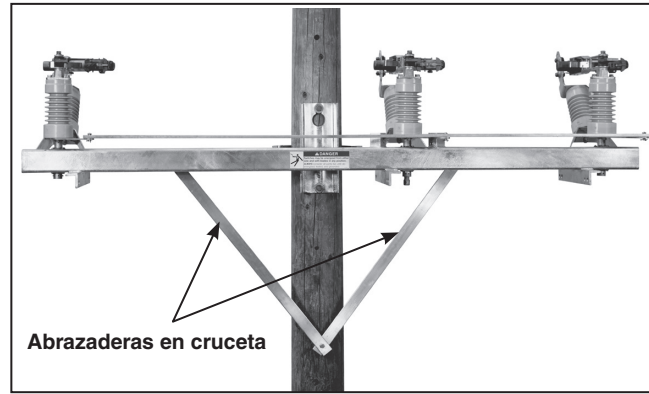

Figura 12. Sujeta las abrazaderas en cruzeta (proporcionadas por el usuario) a la base del interruptor.
**PASO 10.** Si se desea, se pueden sujetar a la base del interruptor soportes laterales en cruzeta (proporcionados por el usuario). Vea la Figura 12. Refiérase al plano de montaje.